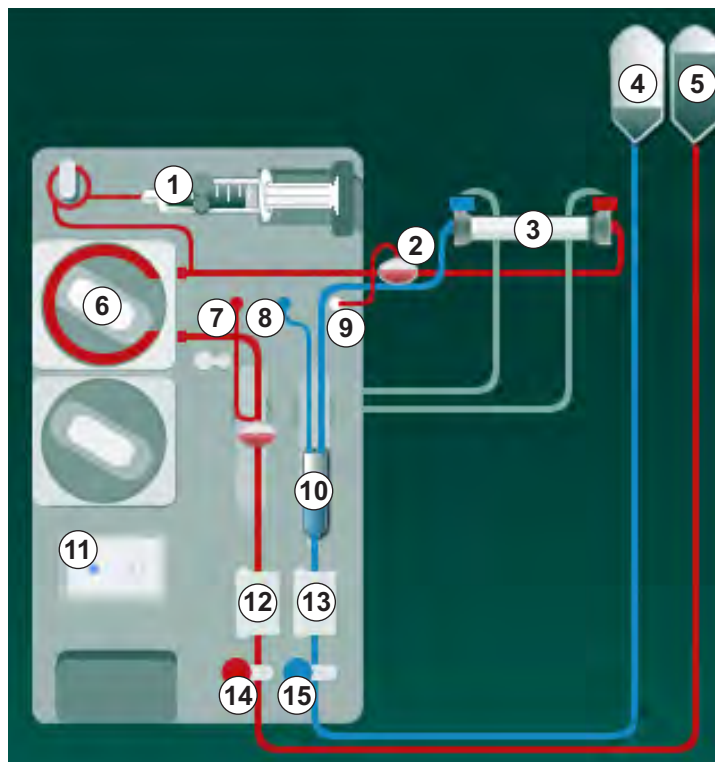

Fig. 5-8 Inserção de sistema de linhas de sangue para priming com solução salina para saco de resíduos
2. Retire os conectores da ponte de lavagem e coloque-os no dialisador (Fig. 5-8 Inserção de sistema de linhas de sangue para priming com solução salina para saco de resíduos (101), ③) quando indicado pelo equipamento de diálise. Observe o código de cores: